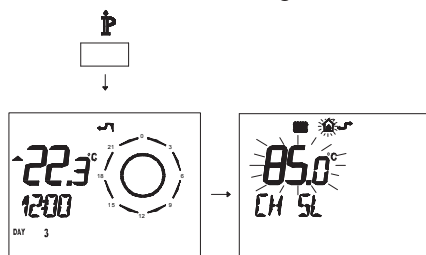

Figura 5.39
- Premere per più di 3 secondi il pulsante  per entrare in modalità **INFO** (Figura 5.39).